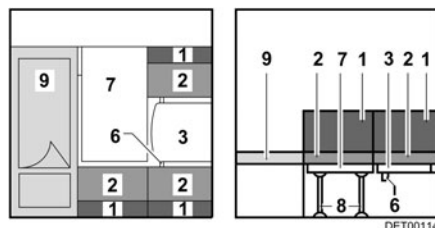

Fig. 88 Durante la transformación
- Enganchar la mesa en el listón de sujeción inferior (Fig. 88,6) y colocarla en el listón.
- Desplegar la tabla adicional (Fig. 88,7).
- Colocar los pies de apoyo (Fig. 88,8) en la tabla adicional.
- Colocar la tabla adicional junto a la cama (Fig. 88,9).